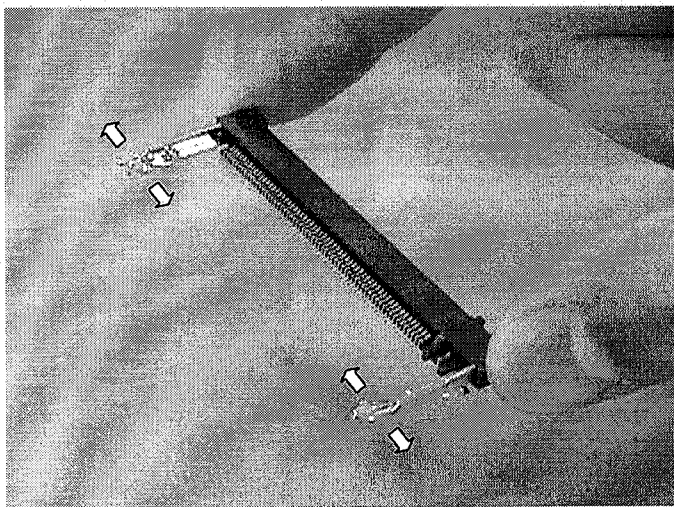

Fig. 2
(1) When handling connector, keep fingers away from Latch and Contacttine to avoid deformation. (See Fig. 2) Do not push or add load to avoid the deformation of latch especially in the arrow direction.
(1) コネクタを取り扱う際には、変形防止のため、出来る限り Fig. 2の様にラッチとコンタクトタイン部には触れないようお願い致します。特に図の矢印方向への荷重を加えない様ご注意ください。